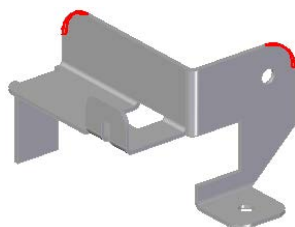

图 5.8.37 倒角特征 2
(3) 定义倒角属性。在“倒角”命令条中单击 按钮，在 **折线:** 文本框中输入 4，单击鼠标右键（两次）。
(4) 单击 **完成** 按钮，完成特征的创建。
Step15. 创建图 5.8.37 所示的倒角特征 2。